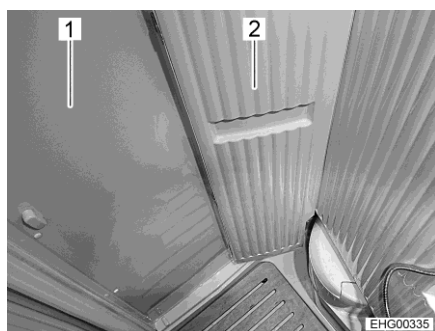
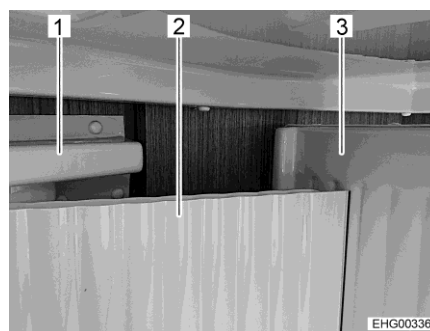

Fig. 145 Petite paroi pivotante, pivotée
Fig. 146 Position correcte de la petite paroi pivotante
- Fermer la porte du cabinet de toilette (Fig. 145,1 et Fig. 146,1).
- ▷ **Toujours** positionner la petite paroi pivotante (Fig. 145,2 et Fig. 146,2) **avant** la grande paroi pivotante (Fig. 146,3) ! **Ne pas** presser la petite paroi pivotante **derrière** la grande ! Il est sinon possible de s'emprisonner dans le cabinet de toilette car il n'est éventuellement plus possible d'ouvrir sa porte.
- Faire pivoter la petite paroi pivotante (Fig. 145,2 et Fig. 146,2). La petite paroi pivotante se trouve alors dans la bonne position quand elle se trouve devant la grande (Fig. 146,3).